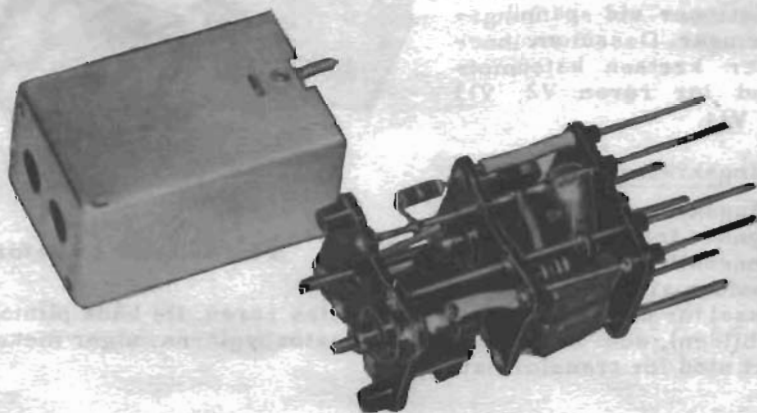

Bild 9. Mellanfrekvenskrets
- 15 Hur mellanfrekvenskretsarna är uppbyggda framgår av bild 9,